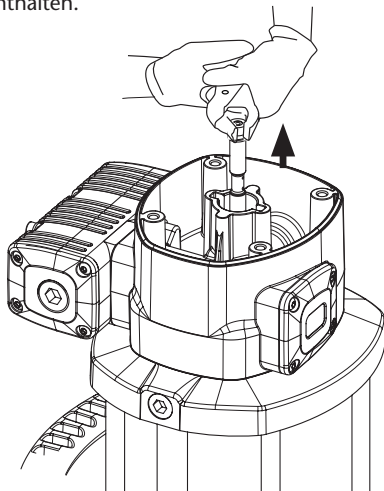
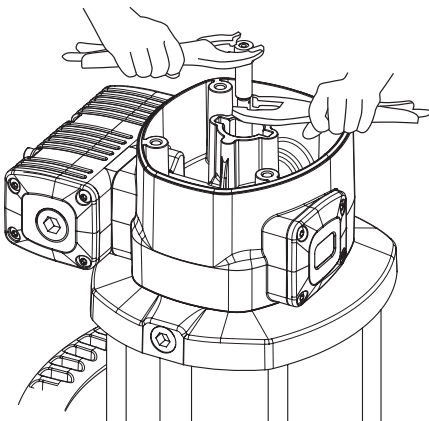

Abb. 5a
Abb. 5b
1. Lösen Sie die vier Schrauben (2) und entfernen Sie die Abdeckung (3).
2. Schrauben Sie den Umkehrstecker (4) ab.
3. Ziehen Sie die Spindel (39) unter Verwendung eines Schraubstocks an der Buchse (5) heraus, bis ihre zentrale Aussparung erscheint (Abb. 5a). Dann die Spindel (39) mit einem anderen Schraubstock in dieser Vertiefung festhalten, um die Dichtfläche nicht zu beschädigen, und die Buchse (5) abschrauben (Abb. 5b).
4. Entsorgen Sie den O-Ring (6) und den Ring (7) und verwenden Sie später beim Wiedereinbau neue Dichtungen.
5. Schrauben Sie die vier Schrauben (55) heraus. Ziehen Sie den Antriebskopf (13) nach oben, bis er zusammen mit dem Flansch (36) frei ist.
6. Entfernen Sie die Umkehrbuchse (9). Die Dichtungen (8) und (10) dieser Buchse auswechseln.
7. Die fünf Schrauben (37) herausdrehen und den Motorkörper (13) vom Flansch (36) trennen. Die Unterlegscheibe (32) entfernen und die Dichtung (8) ersetzen.
8. Den Zylinder (50) durch vorsichtiges Festhalten des Kolbens (46) entfernen. Die Dichtung (45) auf dem Kolben (46) auswechseln.
9. Bauen Sie die Baugruppe in umgekehrter Reihenfolge wieder zusammen, indem Sie Gewindegewand auf die Schrauben (37), die Buchse (5) und den Umkehrstopfen (4) auftragen.